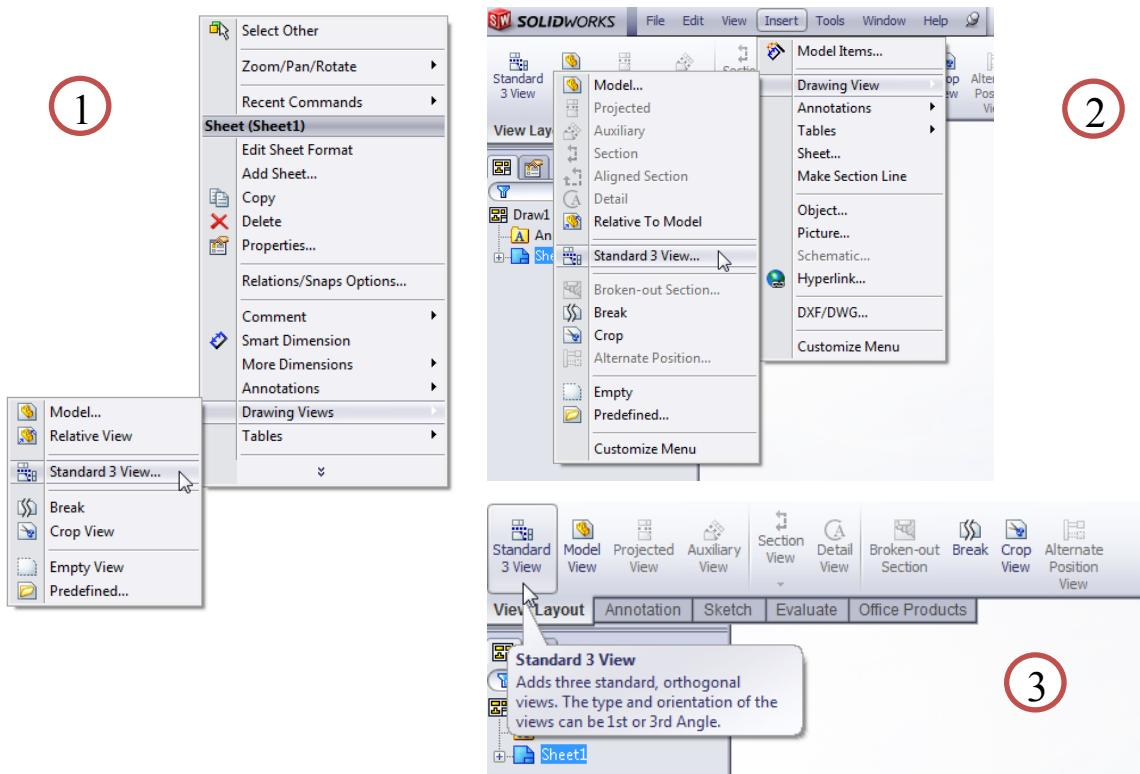

Figura 7.8 Inserarea unei vederi
După finalizarea setărilor pentru foaia de lucru se pot insera vederile piesei să aibă ansamblul pentru care se face desenul 2D. Există trei variante de accesare a comenzii de inserare a vederilor prezentate în figura 7.8 :
1. Apelați comanda **Standard 3 View** utilizând una din metodele prezentate în figura 7.8.